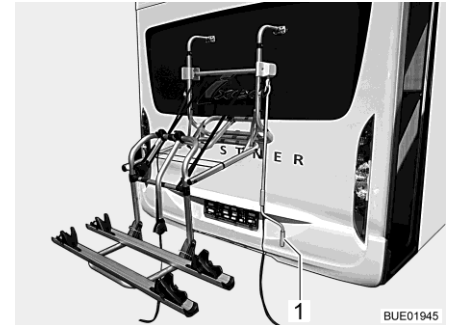

Bild 2 Cykelställ, nedsänkt
- Sätt handveven (Bild 2,1) mot cykelstället och sänk det till rätt höjd.